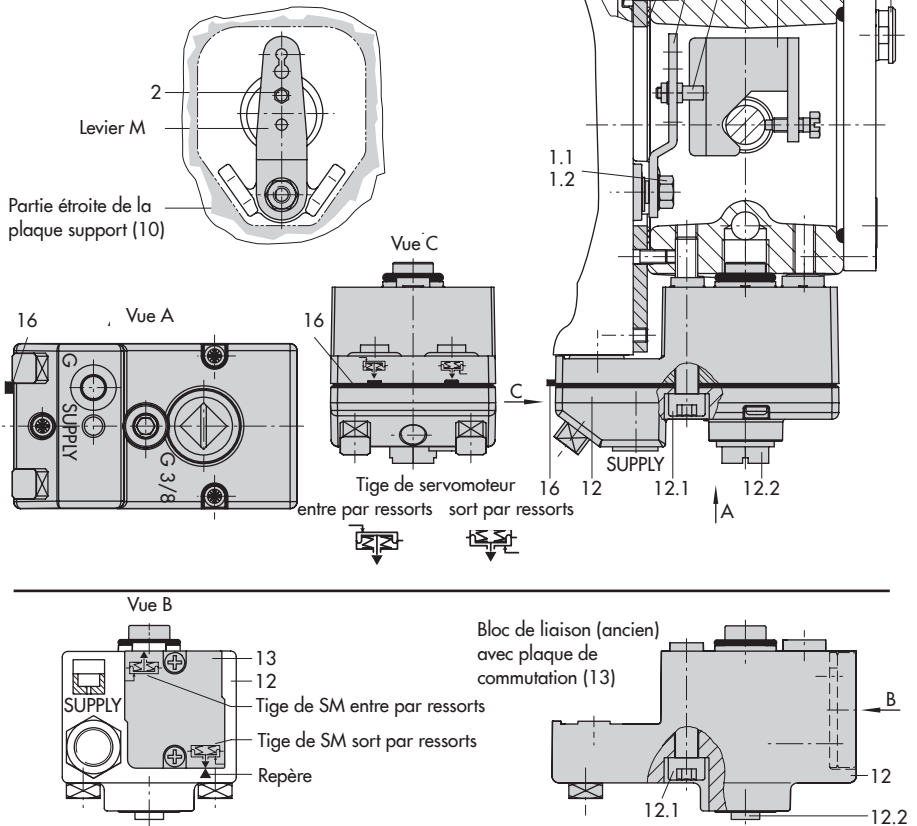

Fig. 4: Montage intégré – Raccord de pression de commande pour servomoteur type 3277 de 175 à 750 cm2
Monter le positionneur sur l'arcade comme illustré sur la Fig. 4. La pression de sortie est transmise par le bloc de liaison (12) sur la membrane et par un orifice dans l'arcade pour les exécutions "Tige sort par ressorts"; alors que la liaison est externe pour les exécutions "Tige entre par ressorts".
1. Placer la plaque de transmission (3) sur la tige de servomoteur en vérifiant que la vis de fixation est bien placée dans la rainure circulaire de la tige de servomoteur.
2. Fixer la plaque support (10) sur le servomoteur de telle sorte que la partie étroite de la découpe (Fig. 4 à gauche) soit dans la direction des raccordements pneumatiques du positionneur et que le joint plat (14) collé soit du côté de l'arcade.
3. Pour **les servomoteurs de 355/700/750 cm2**, le positionneur est équipé sur l'arrière de son boîtier d'un levier **M** (1). Déplacer le palpeur (2) de la position **35** à la position **50** dans le perçage prévu à cet effet, puis visser.
6. Pour le nouveau bloc de liaison, la languette du joint (16) du bloc de liaison doit être positionnée selon l'exécution du servomoteur soit "Tige sort par ressorts", soit "Tige entre par ressorts". Si nécessaire, enlever la plaque de commutation en défaisant les trois vis de fixation et retourner le joint (16) de 180°.
Pour l'ancien bloc de liaison (Fig. 4 en bas), la plaque de commutation (13) doit être positionnée en face du repère correspondant à l'exécution du servomoteur.
7. Placer le bloc de liaison (12) avec ses joints d'étanchéité sur le positionneur et l'arcade, puis fixer fermement avec la vis (12.1). Pour les servomoteurs "Tige entre par ressorts", ôter le bouchon (12.2) pour effectuer la liaison avec le servomoteur.
8. Placer le couvercle (11) de l'autre côté de l'arcade du servomoteur de telle sorte que l'évent permette l'évacuation vers le bas d'éventuels condensats.
**TS:** Ôter le bouchon 12.2 (Fig. 4, page 15) du bloc de liaison et créer une liaison pneumatique avec la purge du servomoteur.